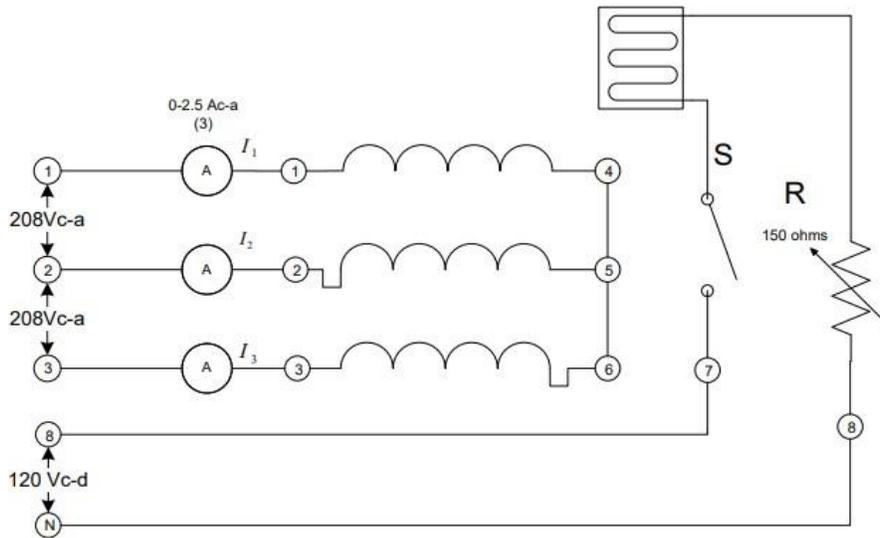

FIGURA 1
- 1.- Puesto que se requiere una velocidad constante de funcionamiento, se usará el motor síncrono para impulsar mecánicamente al generador de CD. Conecte el circuito que se ilustra en la figura 1, utilizando los módulos de fuente de alimentación, medición de ca y motor síncrono.